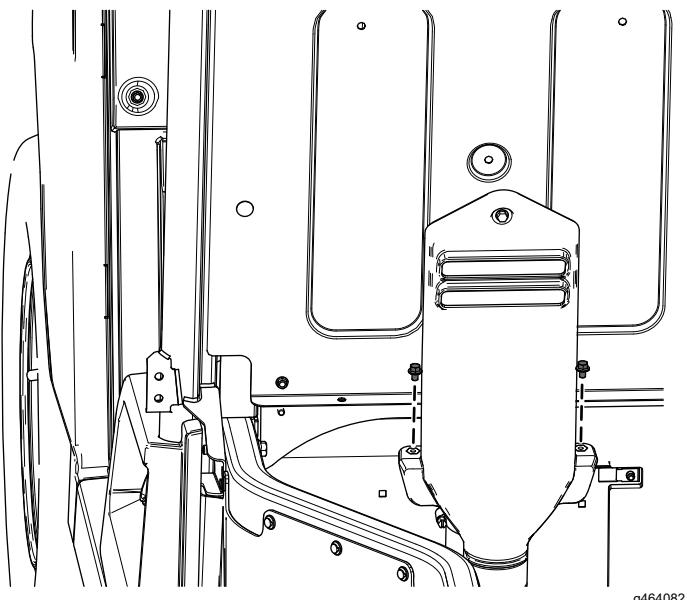

Figure 61
- Retirez les 2 boulons à embase ($\frac{1}{4} \times \frac{3}{8}$ po) du capot d'admission CVT (Figure 61).